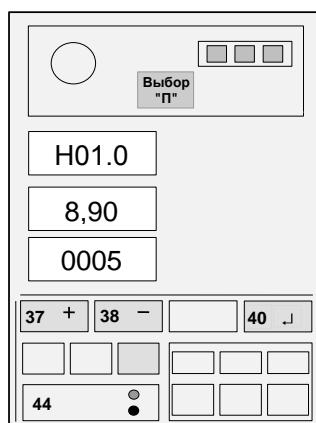

Рисунок 12
4.4.5.3 Нажать кнопку "↔" (40; см. рисунок 12, на котором длина стрелы дана для крана JONES-20-RT). После нажатия на кнопку "↔" (40) на ИЖЦ отобразится минимальная для данного типа крана длина стрелы и занесется в память ОНК.